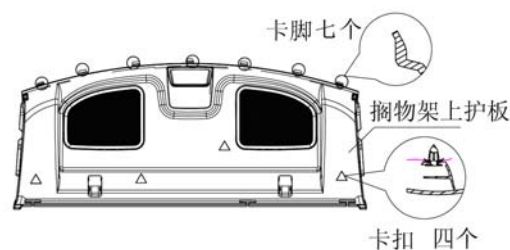

图 10 搁物架上护板拆卸示意图
- 2) 把四个塑料卡扣从钣金中拆出，卡扣固定点的位置如图 10 中所标示。